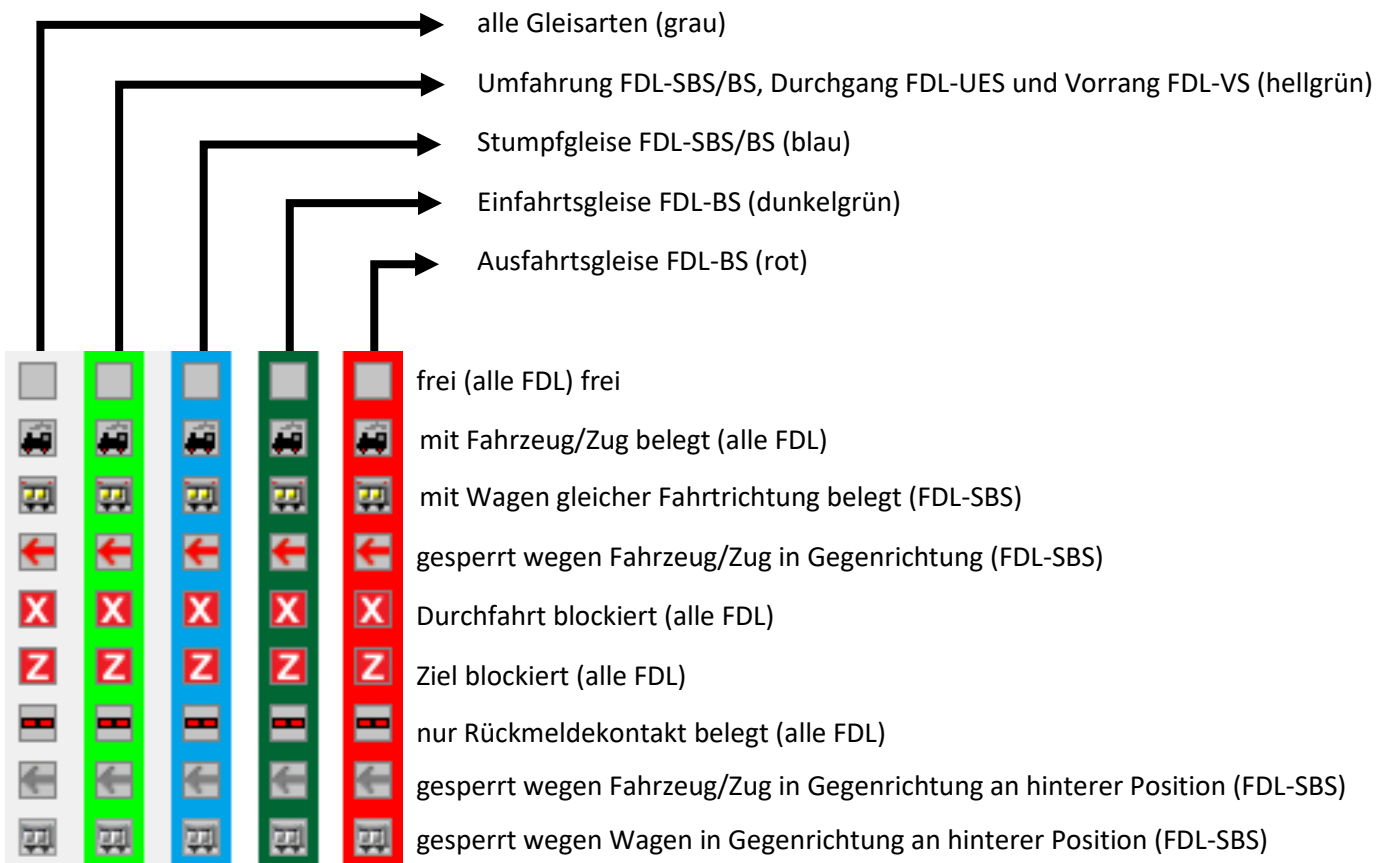

Abb. 15.1
- In der erweiterten Statusanzeige (Spalte 1 bis 3) können je nach FDL-Typ noch weitere grafische und farbliche Infos zu den FAZ erscheinen (Abb. 15.1):